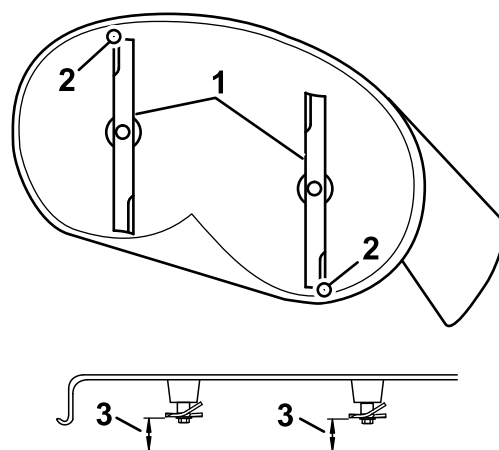

図 67
4. 注意深くブレードを回転させて、ブレードを前後方向に向ける 図 67。
5. 前方のブレードの前端の刃先から平らな床面までの距離を測定する。同様に、後方のブレードの後端の刃先から平らな床面までの距離を測定する 図 67。